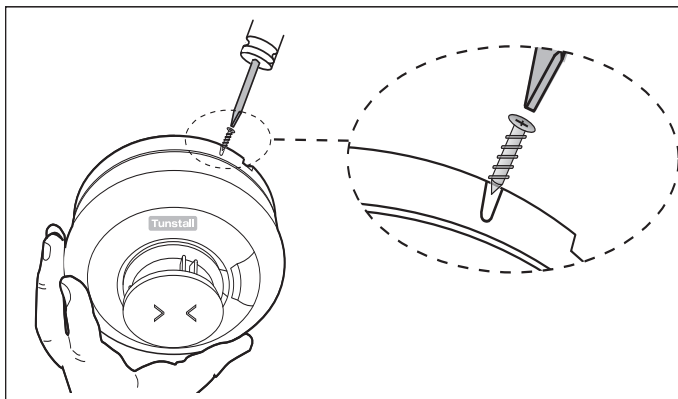

Abb. 11: Eingriffssichere Verschraubung
Falls erforderlich, kann der Funk-Hitzwarnmelder auch mit einer gewindeschneidenden Schraube Nr. 2 oder Nr. 4 (2 bis 3 mm Ø – nicht im Lieferumfang des Funk-Hitzwarnmelders) mit einer Länge von 6 bis 8 mm zusätzlich gesichert werden. So werden Funk-Hitzwarnmelder und Sockel fest miteinander verbunden (siehe Abb. 11).
- Stecken Sie die Schraube in die in Abb. 11 dargestellte „U“-förmige Vertiefung und schrauben Sie sie fest hinein.